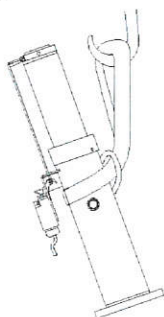

图 4-1 缓冲器吊运示意图
- 4.2.1、缓冲器吊运时采用织布绳索固定，以避免表面油漆受到破坏；（图 4-1）